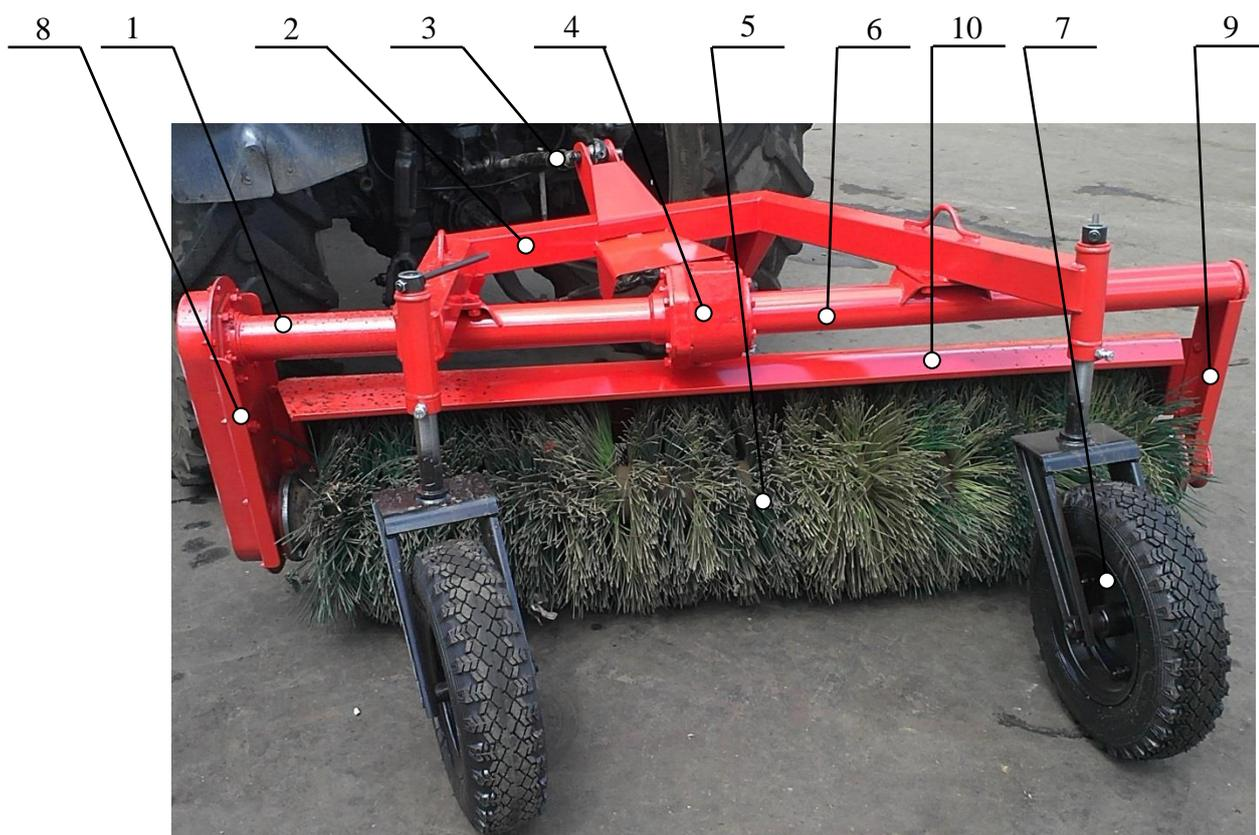

Рисунок 1. Устройство и основные узлы Оборудования щеточного УМДУ-80/82.02ЛЮКС.
1.3.1 Оборудование щеточное УМДУ-80/82.02ЛЮКС (рис.1) состоит из:
- Рамы (поз.2 рис.1), которая через Талреп (поз.3 рис.1) и два Рычага соединяется с задней навеской трактора;
- Узла ведущей шестерни и Редуктора (поз.4 рис.1), который крепится на Раму через Корпус вала промежуточного (поз.1 рис.1) и Трубу костыля (поз.6 рис.1);
- Колес (поз.7 рис.1), устанавливаемых в направляющие Рамы;
- Плиты цепной передачи (поз.8 рис.1) которая крепится к Корпусу вала промежуточного;
- Костыля (поз.9 рис.1), который крепится к Трубе костыля посредством болтового соединения;
- Вала щеточного (поз.5 рис.1) соединенного с Фланцем приводным Плиты цепной передачи и с Фланцем опорным Костыля;
- Козырька (поз.10 рис.1), установленного посредством болтового соединения.